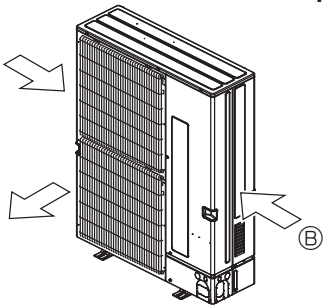

Fig. 3-4
- ③ Coloque la unidad de manera que la salida de aire sople en dirección perpendicular a la dirección estacional del viento, si la conoce. (Fig. 3-4)
- ④ Guía de aire
⑤ Dirección del viento